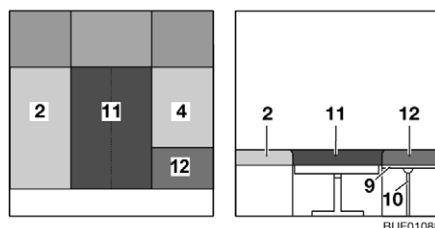

Fig. 99 Dopo la trasformazione
- Posizionare il cuscino aggiuntivo (Fig. 99,11) tra i cuscini del divano (Fig. 99,2 e 4).
- Appoggiare il cuscino aggiuntivo (Fig. 99,12) sulla prolunga del cassone letto (Fig. 99,9).